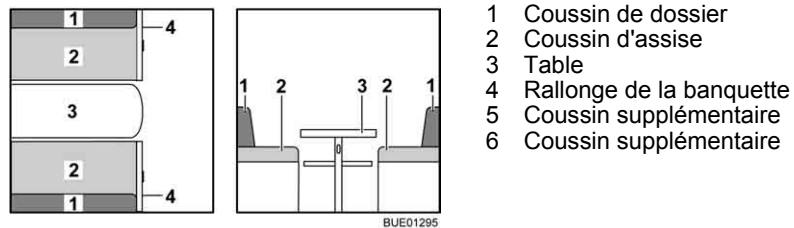

Fig. 118 Avant la transformation
- Agrandir la table (Fig. 118,3) et la transformer en sommier de lit (voir paragraphe 6.10).